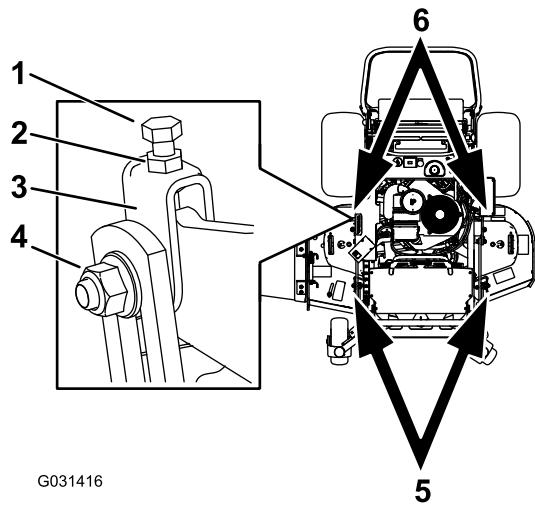

Рисунок 90
- Ослабьте затяжку контргайки и бокового болта в вилках, которые вы хотите отрегулировать (Рисунок 90).
- Для регулировки высоты деки газонокосилки поверните верхние болты вилок (Рисунок 90).
5. Если результат измерения неправильный, найдите 2 передние вилки на машине (Рисунок 90).